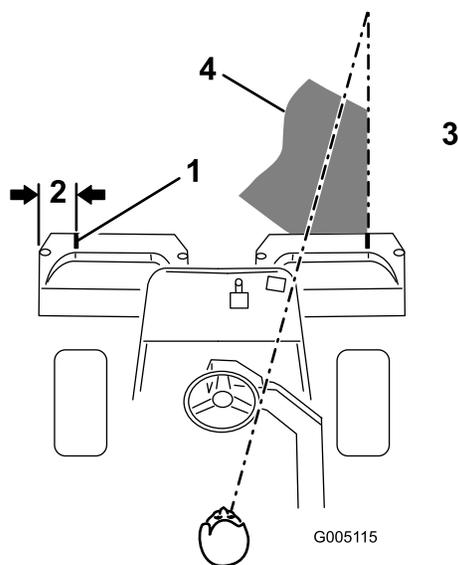
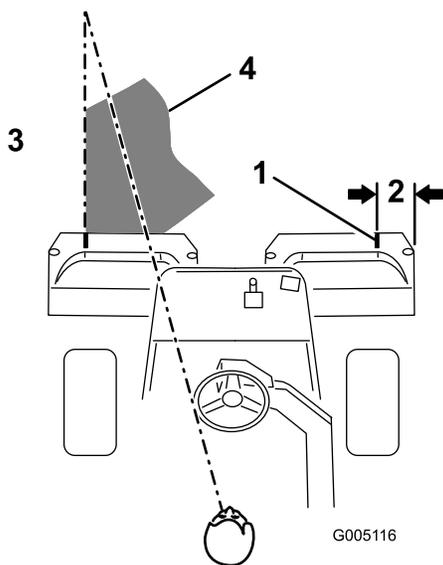

Figura 29
Figura 30
2. Applicare una striscia adesiva bianca, oppure tracciate una linea con della vernice bianca, su ciascun cestello, parallela al bordo esterno del cestello stesso (Figura 29).
3. Durante le passate di ritorno sovrapponetevi uno spazio minimo alla falciatura precedente. Per tosare in linea retta il green e mantenere la macchina alla medesima distanza dal bordo della falciatura precedente, immaginate una linea compresa tra 1,8 e 3 m circa davanti alla macchina e fino al bordo della sezione di green da tosare (Figura 29 e Figura 30). Potrebbe essere utile includere nella linea di collimazione il bordo esterno del volante, vale a dire, tenere allineato il bordo del volante con un punto che si trovi sempre alla stessa distanza dalla parte anteriore della macchina (Figura 29 e Figura 30).